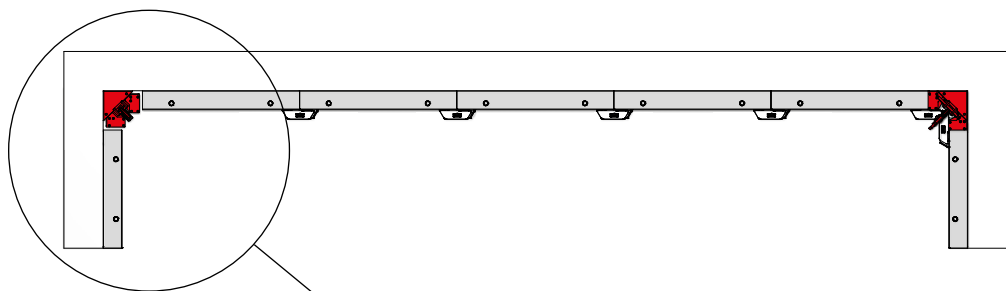

Abb. 34.2
2. M-Ausschalecke betätigen (Abb. 34.2 und Seite M350-31 bis -33).